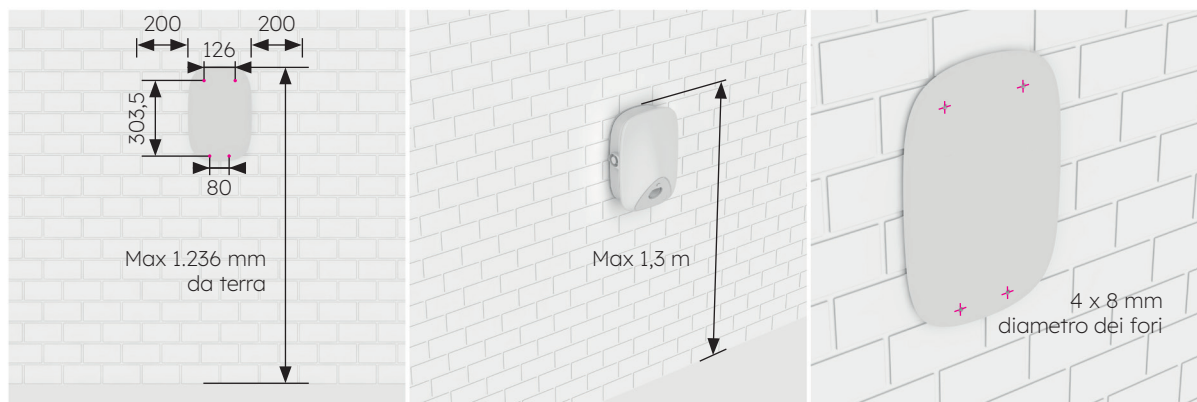

Figura 13 Marcatura dei fori di perforazione
1. Verifica la posizione di installazione. È raccomandata una distanza di 1-1,3 m tra la parte superiore della stazione di ricarica e il suolo. Verifica la planarità della sagoma con una livella. Segna quindi i fori con una matita, come mostrato nella Figura 13. È consigliata una distanza di almeno 200 mm su ciascun lato del caricabatterie, come illustrato nella Figura 13.